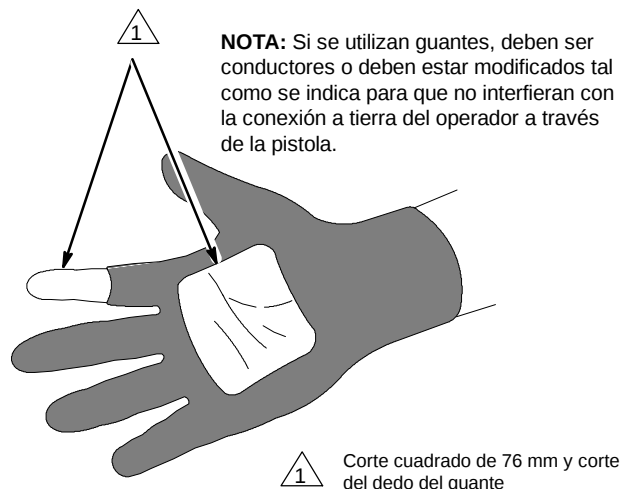

Fig. 2
8. **Todas las personas que entren en el área de pulverización:** deben llevar zapatos con suelas conductoras, como las suelas de cuero, o llevar correas personales de conexión a tierra. Las suelas de goma o de plástico no son conductoras. El operador no debe llevar guantes que aislen la mano de la pistola de pulverización. Los guantes deben ser conductores o deben estar modificados tal como indica la Fig. 2.